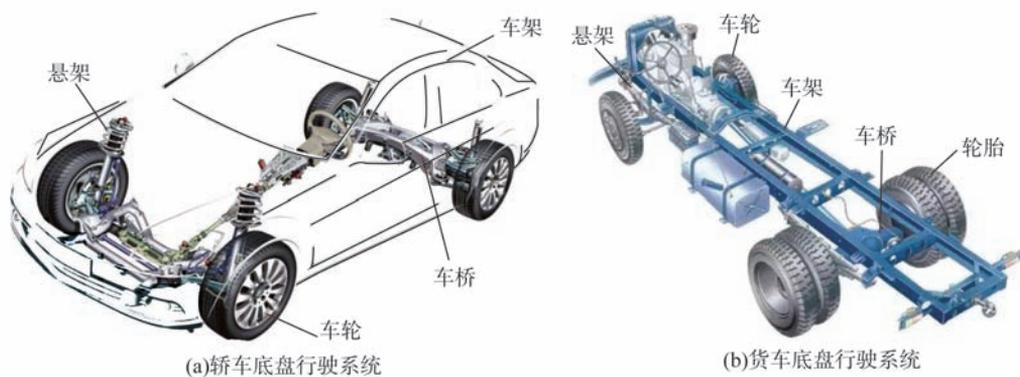

图 1-3 行驶系统
(1) 行驶系统的功用。行驶系统的功用是接受发动机经传动系统传来的转矩，并通过驱动轮与路面间的附着作用，产生路面对汽车的牵引力，以保证整车正常行驶。此外，行驶系统能尽可能缓和凹凸不平路面车身造成的冲击和振动，保证汽车的行驶平顺性，并且与汽车转向系统很好地配合工作，实现对汽车行驶方向的正确控制，以保证汽车操纵稳定性。
(2) 行驶系统的组成。行驶系统由车架、车桥、悬架和车轮等组成，如图 1-3 所示。